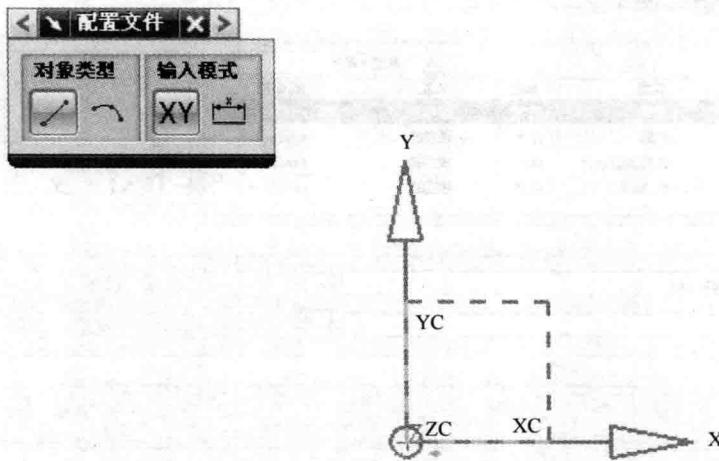

图 1—21 图形窗口
(3) 单击“圆”图标或选择〔插入〕/〔曲线〕/〔圆〕菜单命令, 系统弹出“圆”对话框, 并提示“选择圆的中心点”, 如图 1—22 所示。